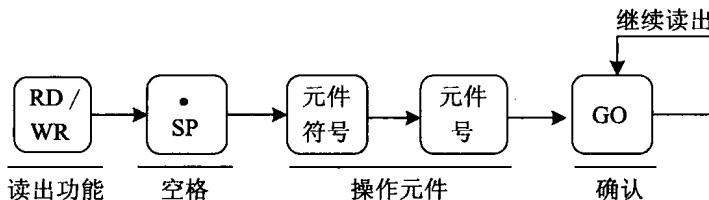

图 6-19 根据元件读出程序的基本操作
(3) 根据元件读出程序:指定元件符号和元件号,从 PLC 用户程序存储器读出并显示程序的基本操作,如图 6-19 所示。